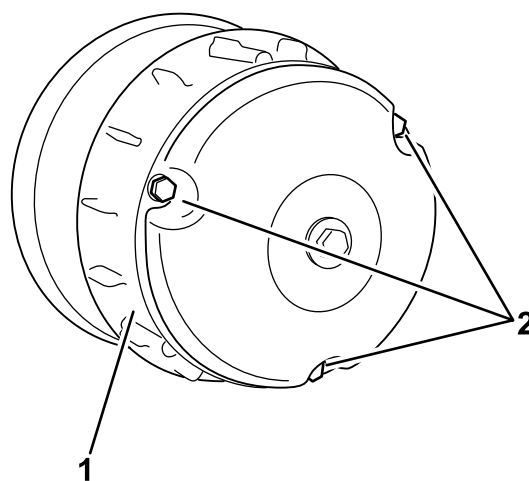

Figure 58
- Posez le couvercle d'embrayage et fixez-le avec les 3 boulons (Figure 58) que vous avez retirés à l'opération 2.
- Retirez les trois boulons qui fixent le couvercle de l'embrayage et déposez le couvercle (Figure 58).